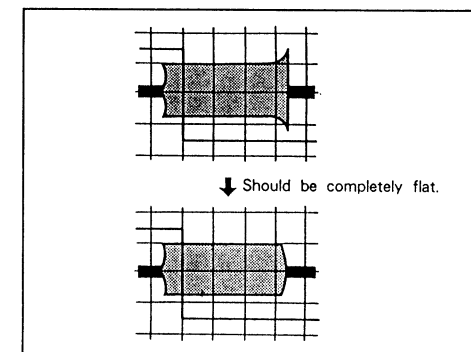

Abb. 2.37
- 4) Drehen Sie TG4 im Uhrzeigersinn, um den Verlauf des Ausgangssignals fast flach zu machen (siehe Abb. 2.37).